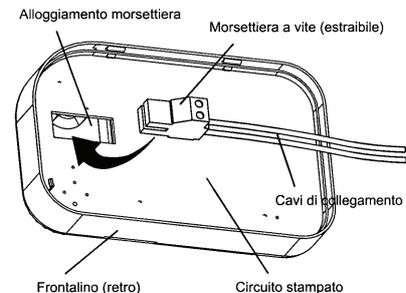

Figura 2-16
Una volta eseguito il fissaggio del supporto si può procedere al cablaggio tramite la morsettiera a vite estraibile: dopo averla tolta dall'apposito alloggiamento ed aver collegato opportunamente i cavi di connessione con la caldaia, essa va reinserita "a slitta" nel proprio alloggiamento, come mostrato in Figura 2-16.
- Collegare il termostato ambiente al cavo uscente della caldaia come illustrato nella figura 2-16
- collegare il Cronotermostato al cavo uscente della caldaia come illustrati nella figura 2-16.